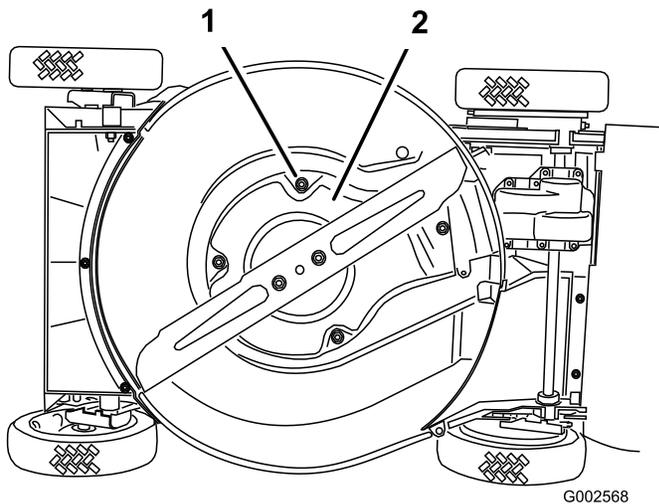

Bild 35
6. Entfernen Sie die vier Schrauben, mit denen die Abdeckung befestigt ist (Bild 35).